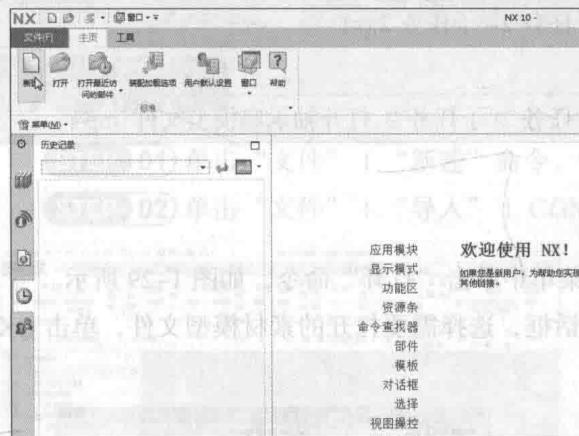

图1-27 单击“新建”按钮
- 按钮2：单击功能区中的“新建”按钮□，如图1-27所示。